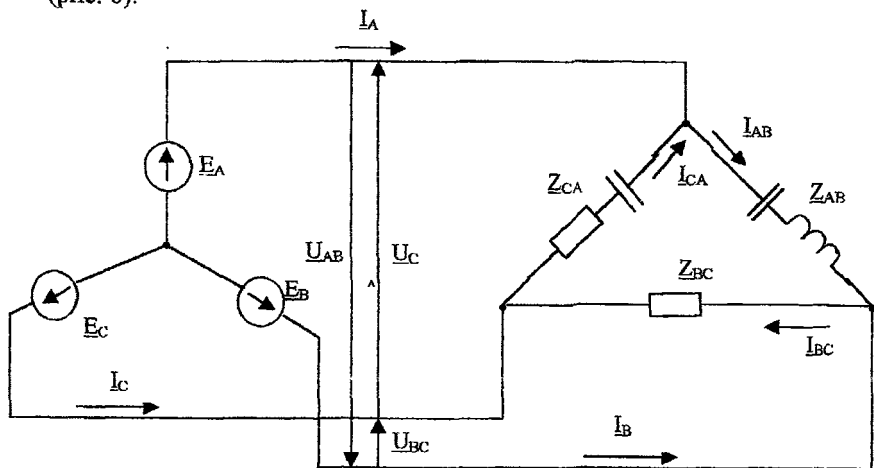

Рис.6.
- составляем расчетную схему цепи в которой, согласно заданию, фазы источника соединены по схеме "звезда", а фазы приемника – "треугольник" (рис. 6).